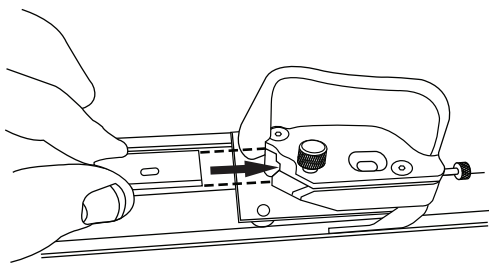

Fig. 3
2. Retirez le goujon de verouillage & faites pivoter le porte-lame le plus loin possible vers l'arrière. (Fig. 3)